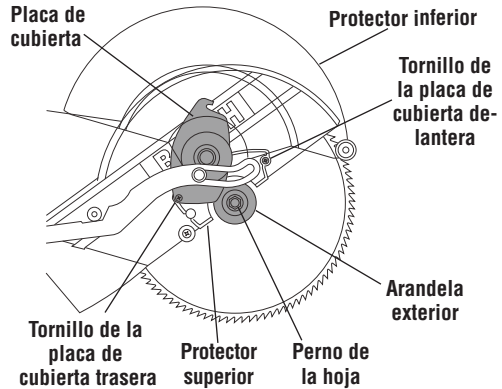

Figura 1. Remoción de la hoja
- Afloje pero no quite los dos tornillos de la placa de cubierta (delantera y trasera) (Figura 1).
- Suba el protector inferior y la placa de cubierta de manera que el perno de la hoja quede al descubierto (Figura 1).
7. Utilice la cabeza (quite la regla) de una escuadra de combinación para comprobar la hoja en el tope de 45°. Coloque la cabeza de la escuadra de combinación sobre la mesa y presione su superficie de 45° contra la hoja. Si la hoja no hace contacto con toda la longitud de la escuadra (Figura 1), siga el procedimiento de calibración.